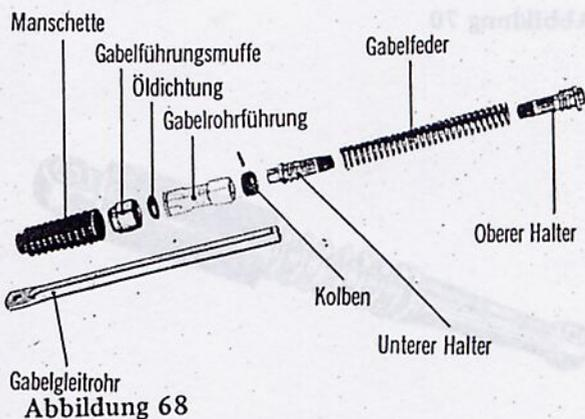

Abbildung 68
- (7) Abbildung 68 zeigt das Federbein in Explosionsdarstellung.